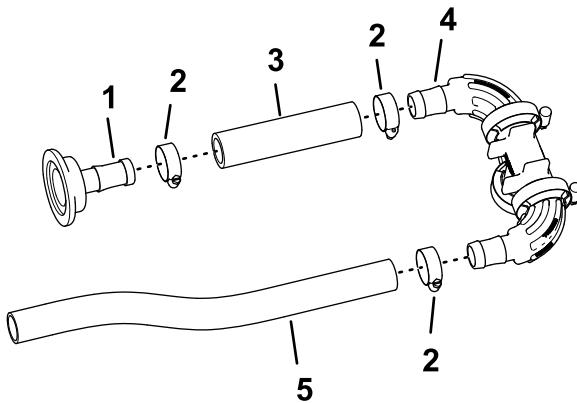

Рисунок 88
1. Подсоедините шланг (1 x 5-3/4 дюйма) к прямому шланговому штуцеру типа «елочка» (1 x 2 дюйма) с помощью шлангового хомута (от 3/4 до 1-1/2 дюйма) и затяните хомут от руки (Рисунок 88).
2. Подсоедините другой конец шланга (1 x 5-3/4 дюйма) к штуцеру типа «елочка» коллектора с помощью шлангового хомута, как показано на Рисунок 88, и затяните шланговый хомут от руки.
3. Подсоедините шланг (1 x 16 дюймов) к другому штуцеру типа «елочка» коллектора с помощью шлангового хомута и затяните хомут от руки (Рисунок 88).